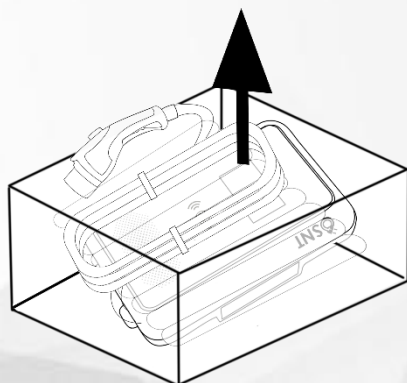

рис. 2
- с. Выньте настенную коробку, как показано на рис. 2